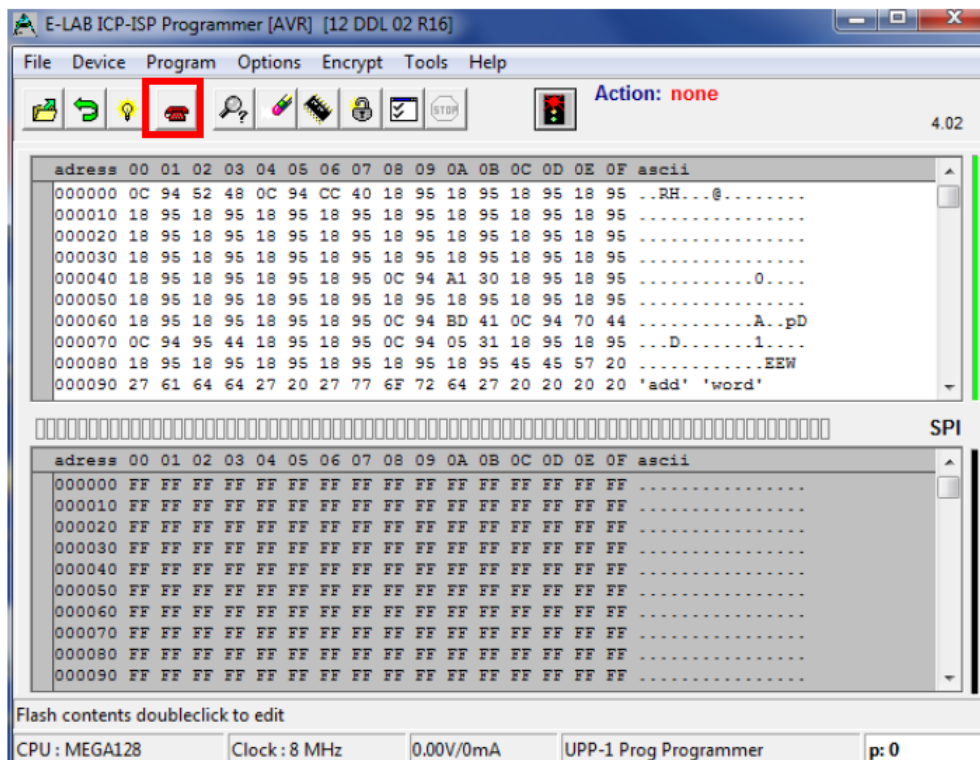

Рисунок 9
2.9 Чтобы загрузить файлы встроенного ПО в программатор E-LAB, нажмите на красный символ телефона на панели значков сверху (рисунок 9).